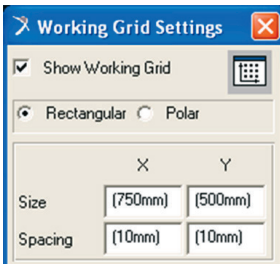

Figura 3.3 – Alterando o espaçamento do grid na área de trabalho.
- Para melhor visualização do mecanismo durante a modelagem altere o espaçamento do *grid* do fundo de trabalho para 10 mm. No menu principal clique em *Settings Working Grid*. No campo *Spacing* digite (10 mm) tanto no campo X quanto em Y, conforme ilustrado na Figura 3.3.